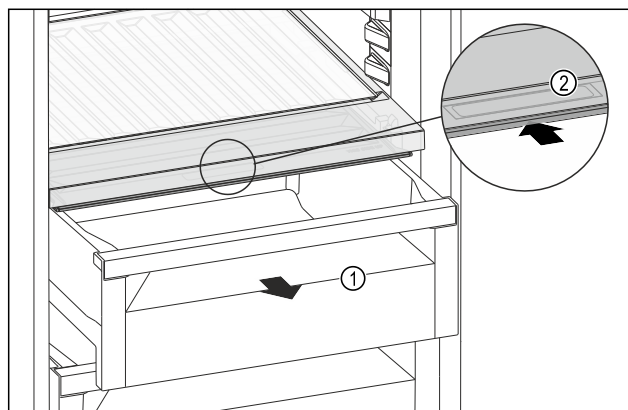

Fig. 94
- Estrarre il cassetto Fig. 94 (1).
- Afferrare la maniglia incassata Fig. 94 (2) sul coperchio dello scomparto e spingere allo stesso tempo all'indietro il coperchio dello scomparto.